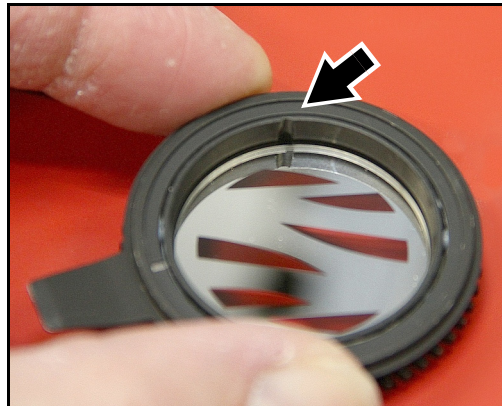

Bild 20: Gobo-Justiermarken
- Die glänzende Seite muss, wie in Bild 20 gezeigt, in Richtung der Feder im Gobohalter nach oben zeigen. Die weiße Seite muss von der Feder weg zeigen.
Siehe Bild 20.
3. Halten Sie das neue Gobo an den Rändern fest und setzen Sie es in den Gobohalter ein, wobei die Justiermarken richtig auf das Gobo und den Gobohalter ausgerichtet sind und die glänzende Seite nach oben zeigt (siehe Bild 20). Prüfen Sie, ob das Gobo vollständig im Halter sitzt.